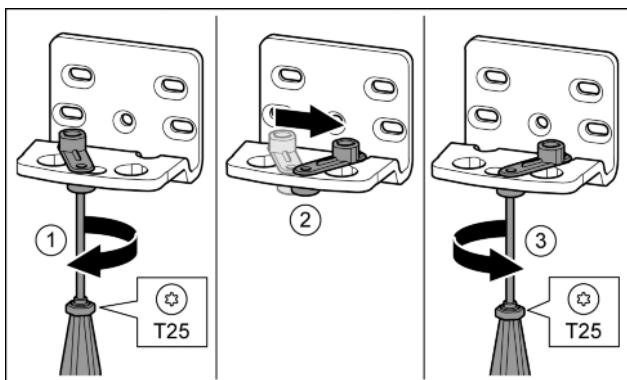

Fig. 16*
- Šroubovákem T25 volně přišroubuje šroub.* Fig. 16 (1)
- Zvedněte pomůcku zavírání dveří a v otvoru ji otočte o 90° doprava.* Fig. 16 (2)
- Šroubovákem T25 šroub pevně utáhněte.* Fig. 16 (3)